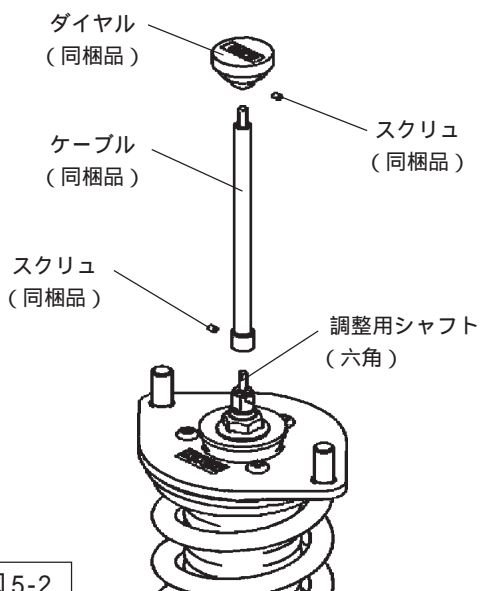

図5-2
2. 調整ケーブルの取付け（図5-2）
3. 調整ダイヤルの取付け（図5-2）